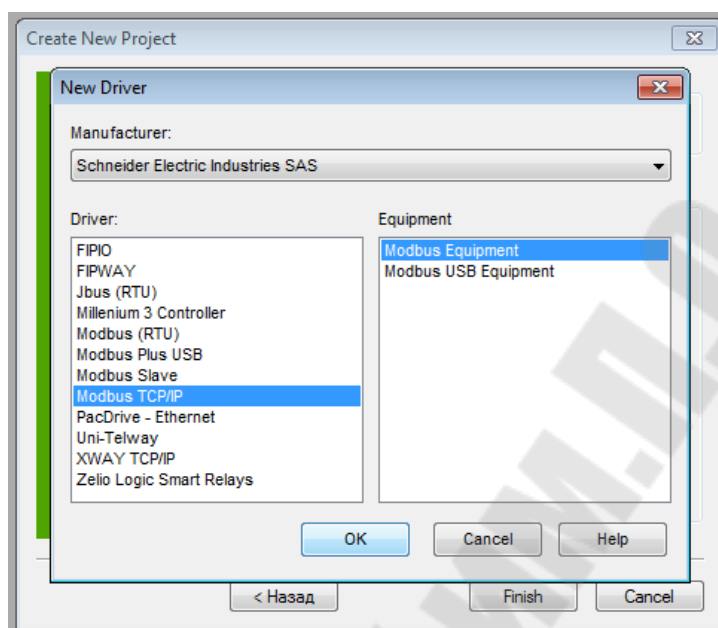

Рис. 8.5. Выбор типа оборудования Modbus Equipment
8. Для связи с внешним оборудованием по локальной сети Ethernet выбрать драйвер *Modbus TCP/IP* и тип оборудования *Modbus Equipment* (рис. 8.5).